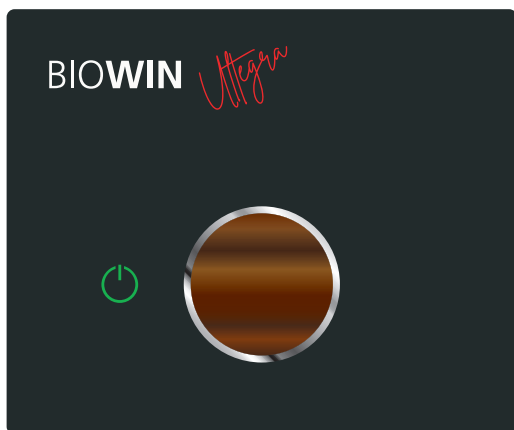

Fig. 71 BioWIN Ultegra spento
- ▶ Spegnere la caldaia utilizzando il pulsante myMagic  (vedi punto 12.5 alla pagina 24) e attendere che la fine combustione sia terminata, il simbolo  si accende fisso e l'anello colorato si spegne (circa 20 min.) – Fig. 71.